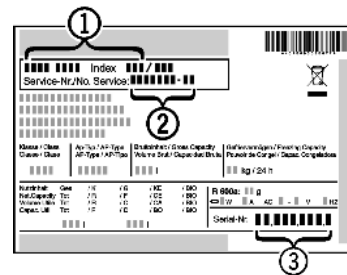

Fig. 11
- ▶ Z nazivne ploščice odčitajte oznako aparata *Fig. 11 (1)*, servisno št. *Fig. 11 (2)* in serijsko št. *Fig. 11 (3)*. Nazivna ploščica se nahaja na levi strani notranjosti aparata.
- ▶ Obvestite servisno službo in jim povejte, za kakšno napako gre, povejte pa tudi oznako aparata *Fig. 11 (1)*, servisno št. *Fig. 11 (2)* in serijsko št. *Fig. 11 (3)*.